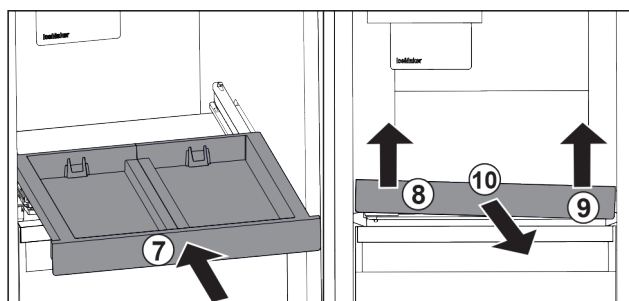

Fig. 141
- Vstavite izvlečno polico. Fig. 141 (7)
- Izvlečno polico dvignite naprej levo. Fig. 141 (8)
- Izvlečno polico dvignite naprej desno. Fig. 141 (9)
- Izvlečno polico odstranite v smeri naprej. Fig. 141 (10)